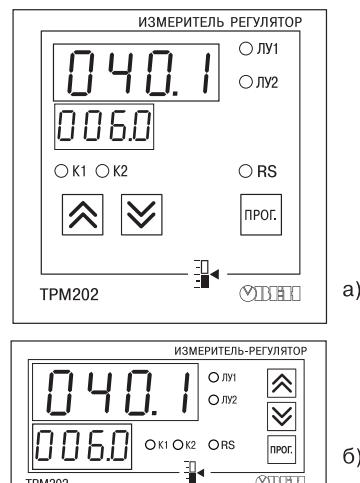

Рис. 11
3.2.2.1. На рис. 11, а приведен внешний вид лицевой панели прибора TPM202 для корпусов настенного (Н) и щитового (Щ1) крепления, а на рис. 11, б – щитового (Щ2).